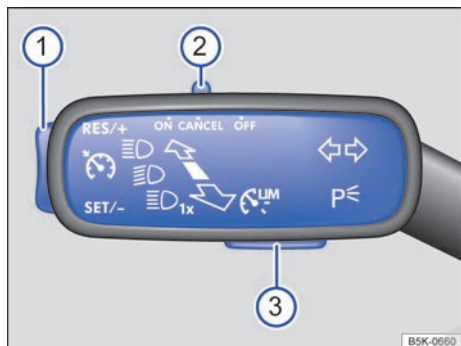

Fig. 145 En el lado izquierdo de la columna de dirección: mando y teclas para manejar el GRA.
- Desplace el mando → fig. 145 ② a la posición **ON**.
- Durante la marcha, pulse la tecla → fig. 145 ① por la zona **SET/-**.
Mientras el GRA regula se puede ajustar la velocidad guardada con la tecla → fig. 145 ①:
Mantenga pulsada la tecla → fig. 145 ① para modificar ininterrumpidamente la velocidad guardada. El vehículo adapta la velocidad actual acelerando o dejando de acelerar. El vehículo no frena de forma activa.
- Desplace el mando → fig. 145 ② a la posición **CANCEL** o pise el pedal del freno.
- Pulse la tecla → fig. 145 ① por la zona **RES/+**.
- Desplace el mando → fig. 145 ② a la posición **OFF**.
- Pulse la tecla → fig. 145 ③.